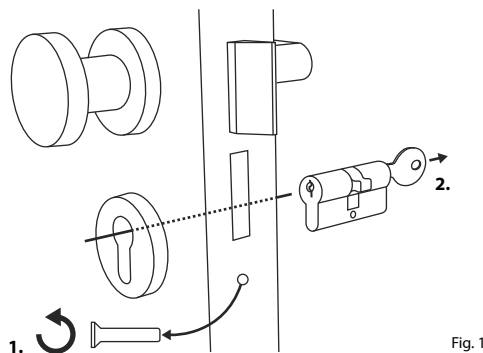

Fig. 1
- 1 Retirez le cylindre de serrure existant en desserrant la vis de fixation dans la porte et en retirant le cylindre à l'aide de la clé insérée (Fig. 1).